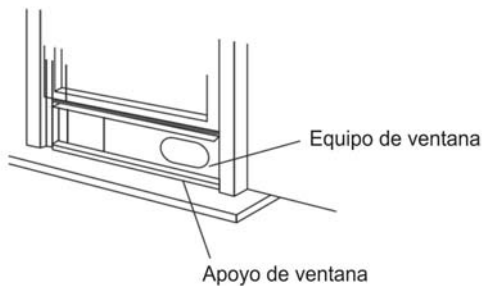

Imagen 10
3. Corte el empaque de espuma (tipo adhesivo) hasta el tamaño adecuado y péguelo en la parte superior de la ventana. Como se ve en la Imagen 10.